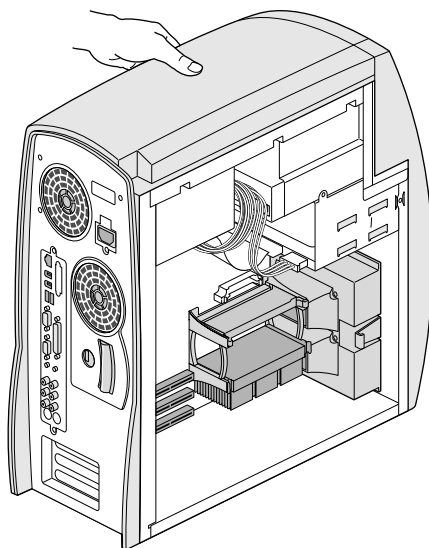

Figure 3-3 Stabilisation manuelle du système
6. Placez votre main sur le dessus de la station de travail de façon à la stabiliser pendant l'installation des barrettes mémoire DIMM, comme indiqué à la Figure 3-3.